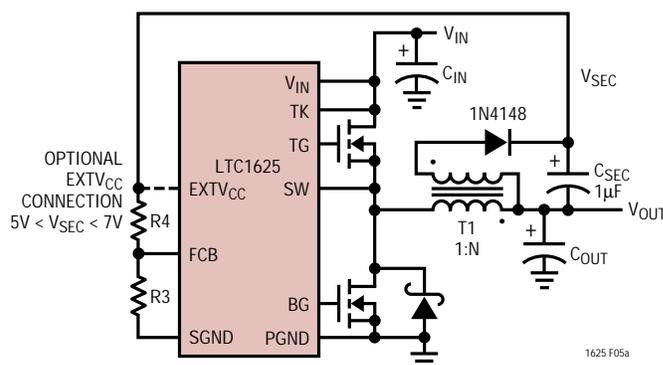
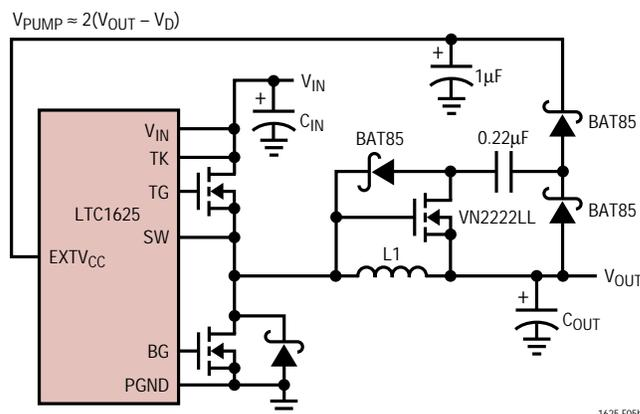

図5a：二次出力ループとEXTV_{CC}の接続
図5b：EXTV_{CC}用の容量性チャージポンプ
3. EXTV_{CC}を出力から来ているブースト・ネットワークに接続する。3.3Vおよび他の低電圧レギュレータでは、EXTV_{CC}を4.7V以上にブーストした出力誘導電圧に接続すれば効率が改善されます。これは図5aに示す誘導性ブースト巻線、または図5bに示す容量性チャージポンプによって行うことができます。
二次側出力電圧 V_{SEC} は、図5aに示すとおり通常、トランスの巻数比 N によって設定されます。